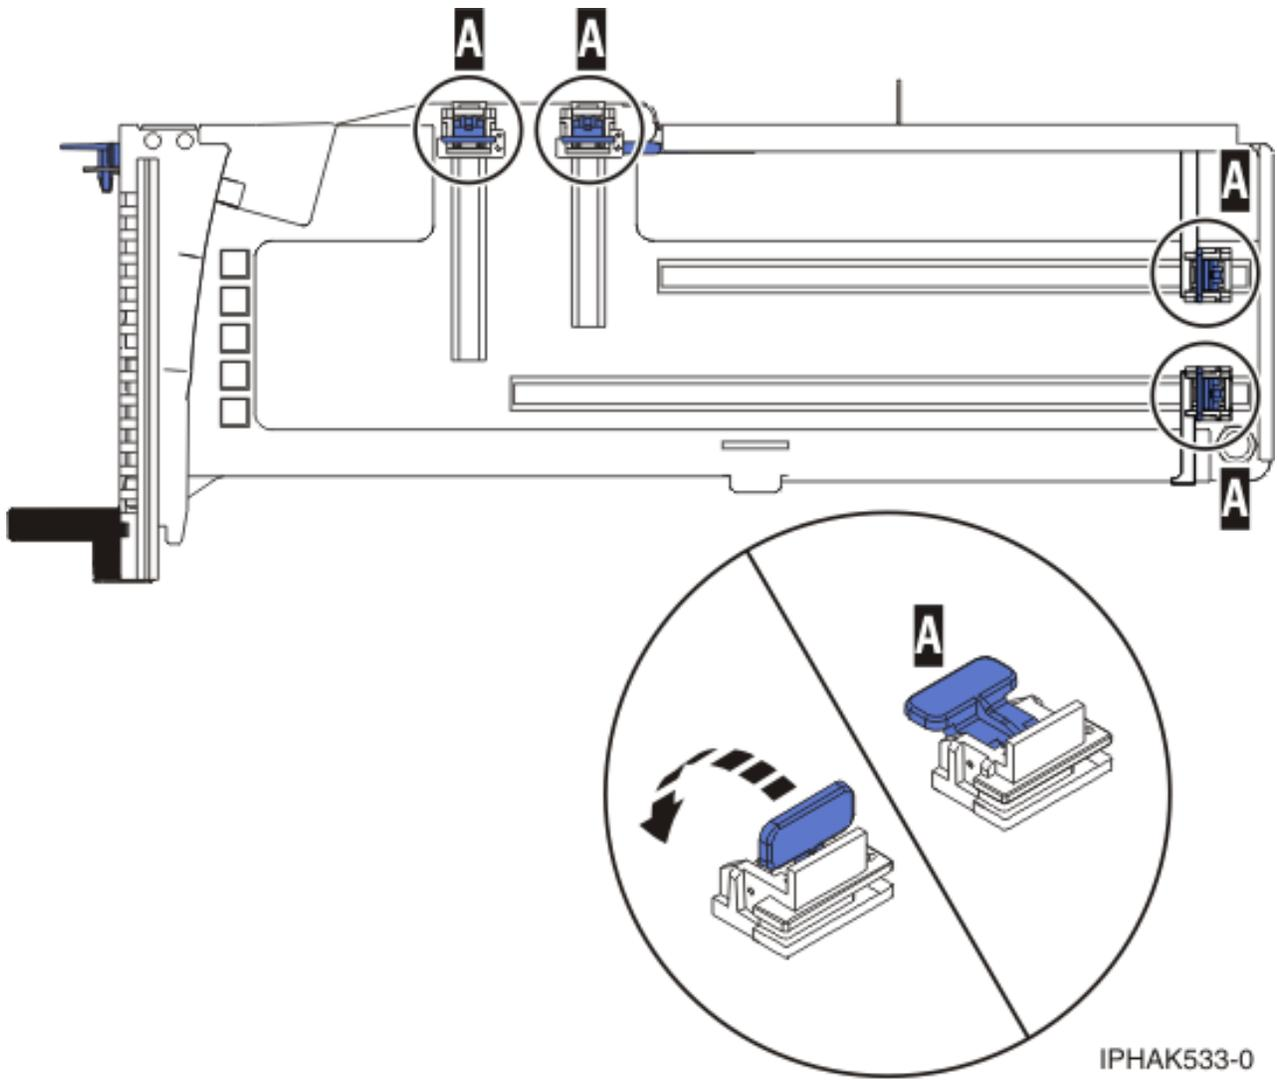

Figure 61. Crochets de retenue
- b. Vérifiez que tous les crochets de retenue de carte (**A**) sont repoussés vers les bords de la cassette pour permettre l'installation de la carte. Pour plus d'informations, voir figure 61, à la page 124.